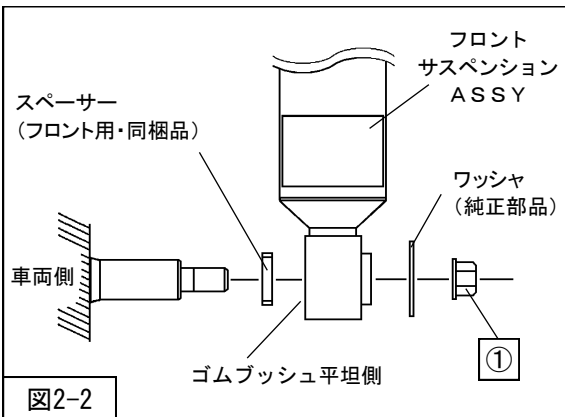
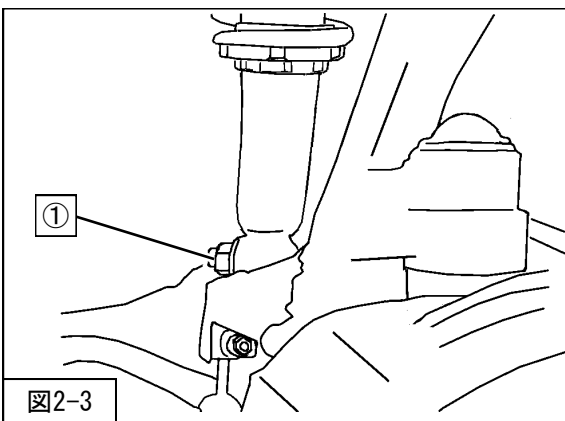

図2-2
図2-3
2. フロントサスペンションASSYロア取付け部の車両側のシャフトにスパース (フロント用・同梱品) を取付けてください。(図2-2)
①フロントサスペンションASSYロア取付ナット
を取付けてください。(図2-2・図2-3)